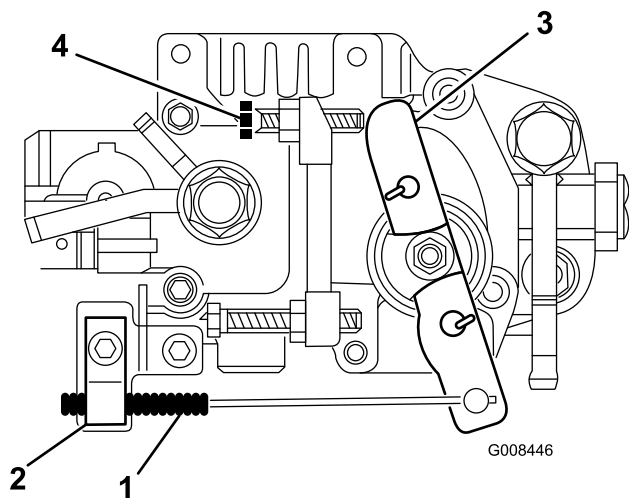

Bild 45
2. Lockern Sie die Klemmschraube des Bowdenzugs, mit der dieser am Motor befestigt ist (Bild 45).
3. Schieben Sie den Bowdenzug, bis der Fahrtriebshebel die Leerlaufschraube berührt (Bild 45).
2. Lösen Sie die Sicherungsmutter an der Leerlaufschraube (Bild 45).